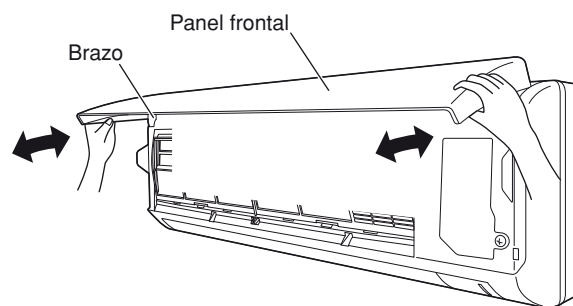

Fig. 16-1
- (1) Abra el panel frontal hasta que quede casi horizontal, tome las secciones que hay cerca de los brazos del panel frontal, a ambos lados, y tire hacia usted para extraer el panel frontal. (Fig. 16-1)